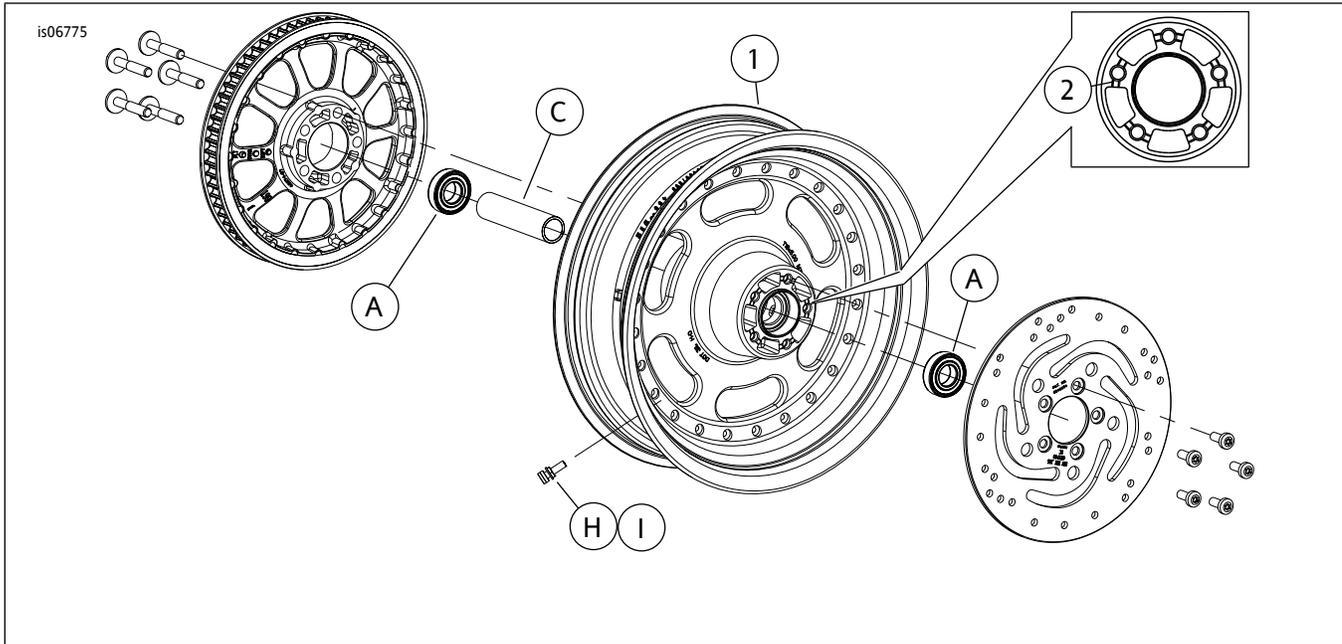

图1. 维修零件：戴纳肥霸Cutback后轮
2. 参见图1。在车轮上安装闸杆组件(H)。请参阅维修手册。